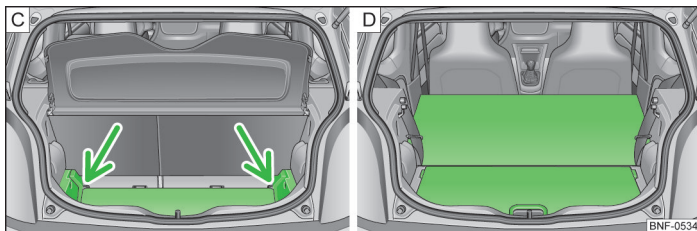

Fig. 47 Mărirea portbagajului: spre în jos / spre în față
- ▶ Ridicați podeaua variabilă și împingeți-o în caneluri » fig. 47 - [C].